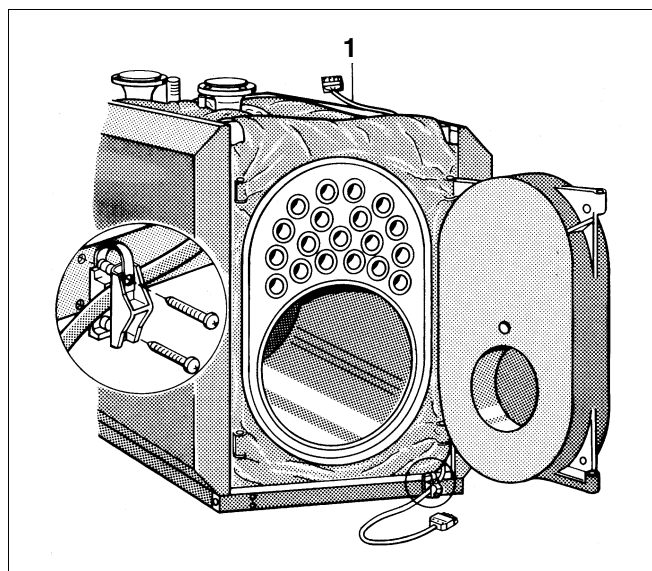

Fig. 14 Montaj cablu arzător
- Așezați cablul arzătorului (fig. 14, **poz. 1**) peste întreaga izolație termică și scoateți-l în dreptul șinei cadrului (fig. 14).
- Ajustați lungimea cablului în funcție de necesitate, strângeți-l și înșurubați-l cu 2 șuruburi de tablă pe șina cadrului (fig. 14).